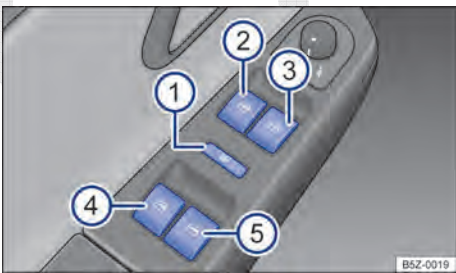

Fig. 33 Na porta do condutor: teclas dos vidros elétricos dianteiros.
Legenda para ⇒ Fig. 33:
A tecla de segurança => Fig. 33 ① desativa as teclas dos vidros elétricos nas portas traseiras. Com isso, a luz de controle amarela na tecla se acende.